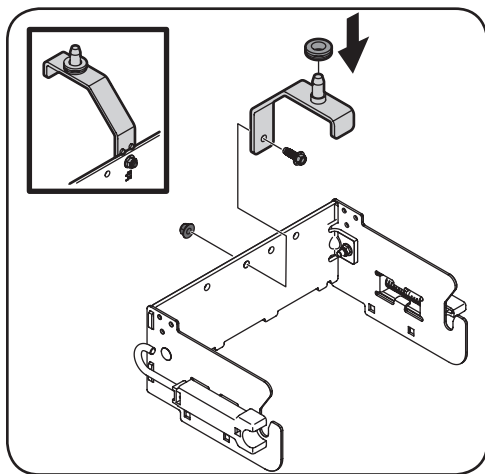

Figure 1-2
3. Retournez le support d'attelage assemblé et fixez le support du support d'attelage (réf. 2) dans le trou central du support arrière avec un boulon hexagonal (réf. 8) et un écrou autobloquant à bride (réf. 10). Voir Figure 1-2.
4. Placez la bague en caoutchouc sur la goupille au bas du support d'attelage. Voir Figure 1-2.